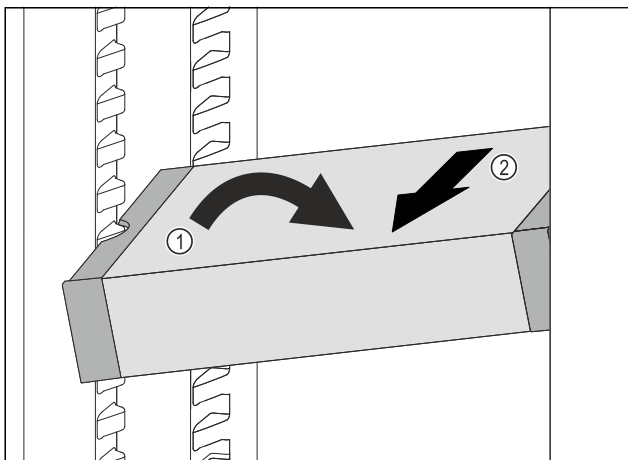

Fig. 57
- ▶ Наклонете VarioSafe в хладилната част. Fig. 57 (1)
- ▶ Извадете VarioSafe напред. Fig. 57 (2)